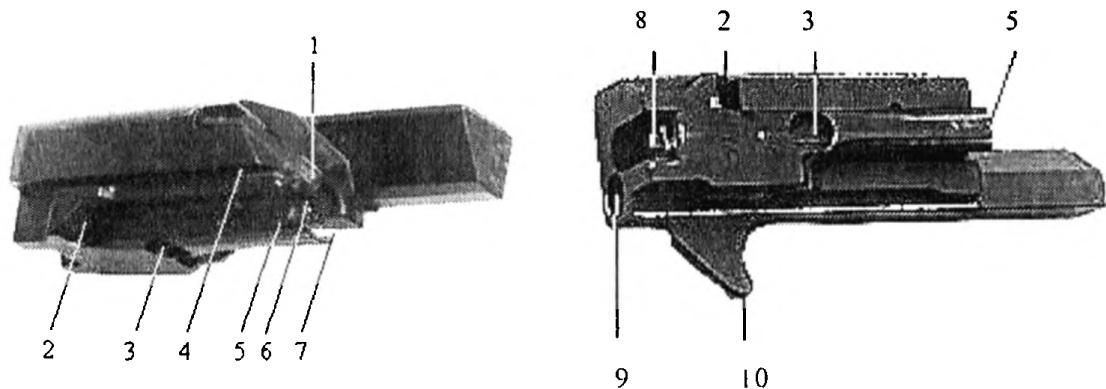

Рис. 20
Затвор (рис. 20) служит для запирания канала ствола при выстреле, досыпания патрона из магазина, извлечения и удержания гильзы (патрона), взведения курка, приведения в действие разобщителя и автоспуска. В передней части затвор имеет чашечку (6), служащую для упора фланца гильзы при выстреле. Справа вверху – паз для размещения выбрасывателя (1), внизу слева – паз под зуб отражателя (7), а внизу – досылатель патрона (5). Затвор имеет центральное сквозное отверстие для размещения ударника (8). Слева вверху находится глухое отверстие (9), в котором помещается возвратная пружина. На левой стороне затвора находится рукоятка (10), служащая для взведения затвора, на правой стороне внизу – скос для воздействия на автоспуск (2). Затвор имеет симметрично расположенные пазы
(4) для скольжения по направляющим ствольной коробки. В нижней плоскости затвора имеется глухое отверстие овальной формы (3), в которое входит останов затвора при постановке предохранителя-переводчика в положение «предохранитель».